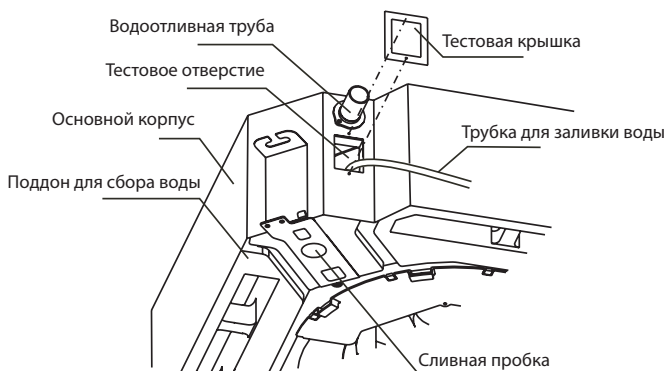

Рис. 5-3
- 1) Снимите колпачок отверстия для залива воды и залейте 2000 мл воды в поддон для талой воды через отверстие с помощью трубки (См. рис. 5-3).